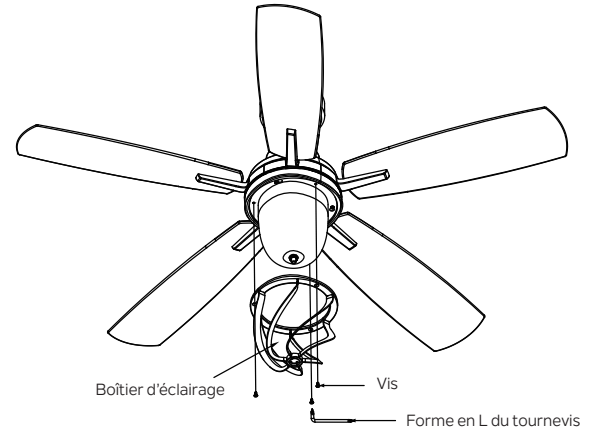

Fig. 24
**Étape 5.** Fixez le boîtier d'éclairage au kit d'éclairage, alignez-le avec trois (3) trous ronds, serrez avec trois (3) vis à l'aide du tournevis en forme de L inclus. (Fig. 24)